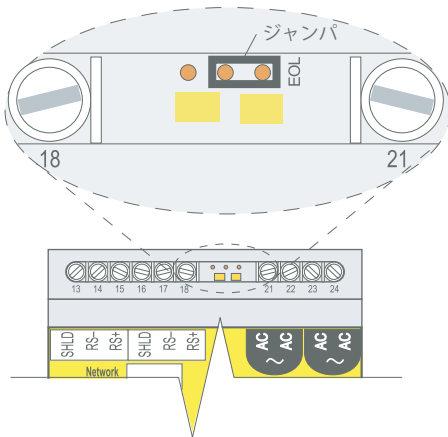

図 5a. 最終 TTSIM のラインエンド用ジャンパの位置
- RS485 ラインの最終 TTSIM のについては図 5a の位置にジャンパを取付けてください。